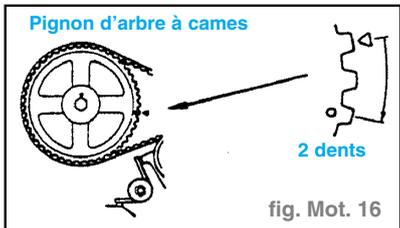

fig. Mot. 16
- Tourner le vilebrequin dans le sens des aiguilles d'une montre et s'arrêter à la seconde dent du pignon d'arbre à cames. (fig. Mot. 16)